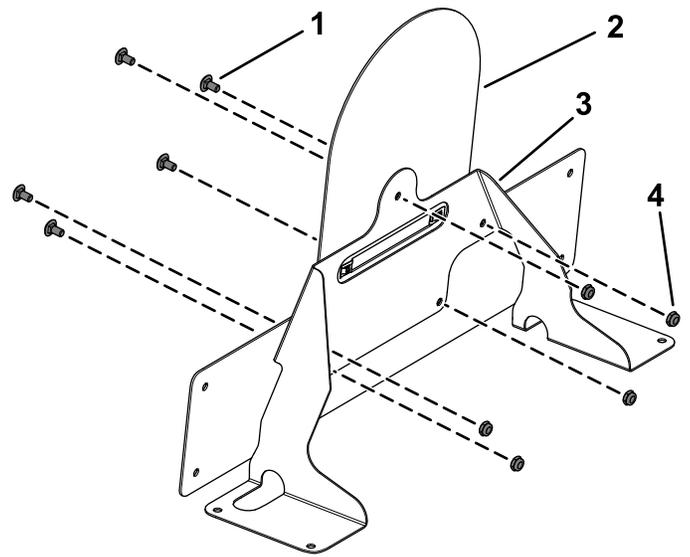

**Figure 21**
7. Apposez l'autocollant de vitesse approprié sur le support du panneau de vitesse (Figure 21).